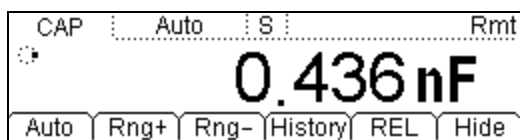

図 2-24 容量測定画面
- フロントパネルの  $\text{H}$  ボタンを押して、図 2-24 のように容量測定動作にします。